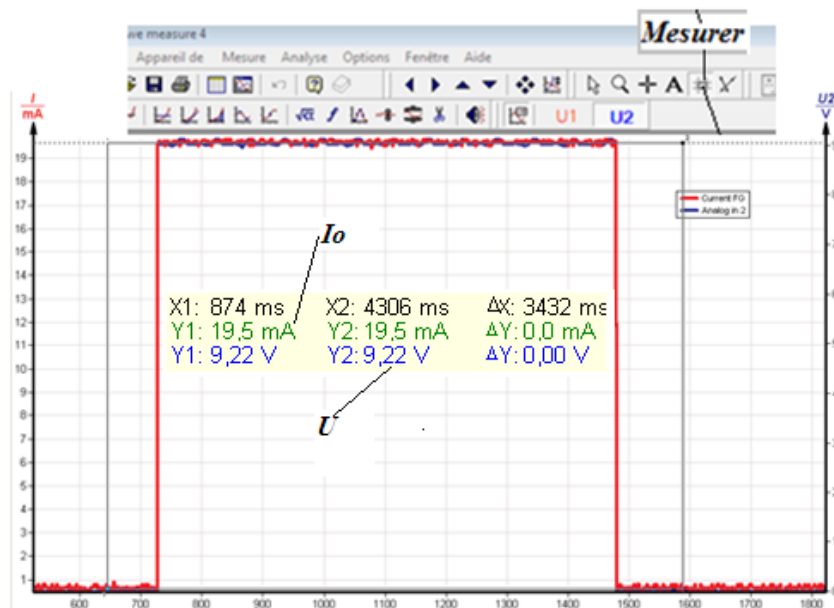

Figure. 8 : Courbe de mesure (normale) expérimentale de la résistance (R_{exp}).
- Le résultat peut ressembler à ceci (voir figure 8 ci-dessous):